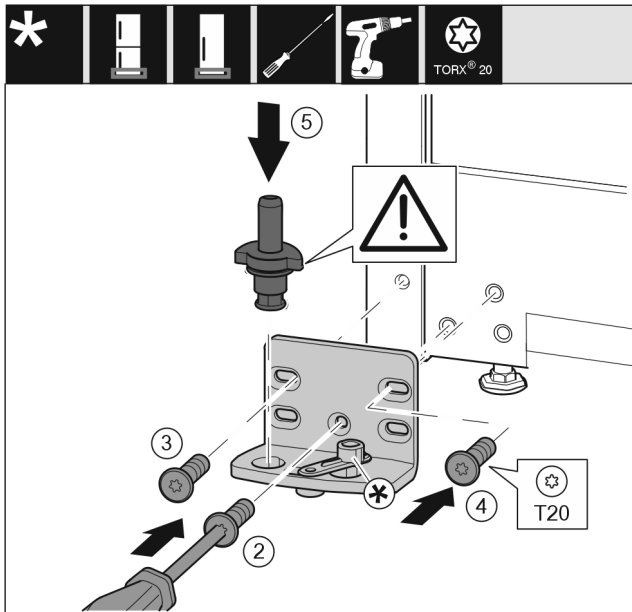

Fig. 15
- ▶ Helyezze fel a csapógybakot a másik oldalra, és csavarozza fel csavarhúzóval. Kezdje alul, a középső csavarral Fig. 15 (2).
- ▶ Húzza meg a csavart Fig. 15 (3) és a csavart Fig. 15 (4).
- ▶ Helyezze be teljesen a csapszeget Fig. 15 (5). Ügyeljen közben arra, hogy a reteszelő bütyök hátrafelé mutasson.